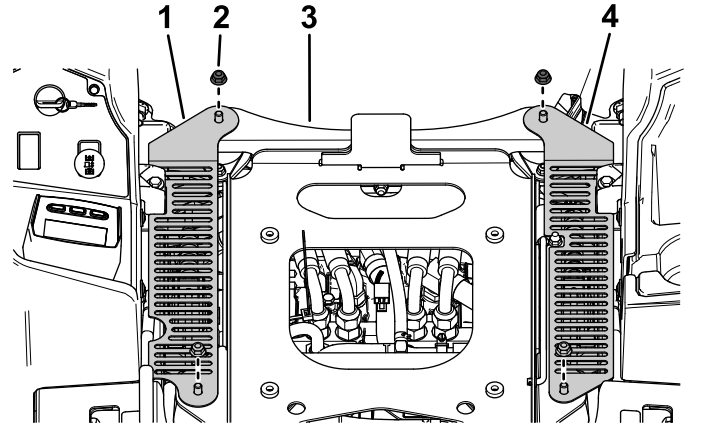

Figure 26
3. Fixez les couvercles CE droit et gauche sur la plaque de support du siège à l'aide des 4 écrous à embase ($\frac{3}{8}$ ") retirés précédemment, comme montré à la Figure 26.